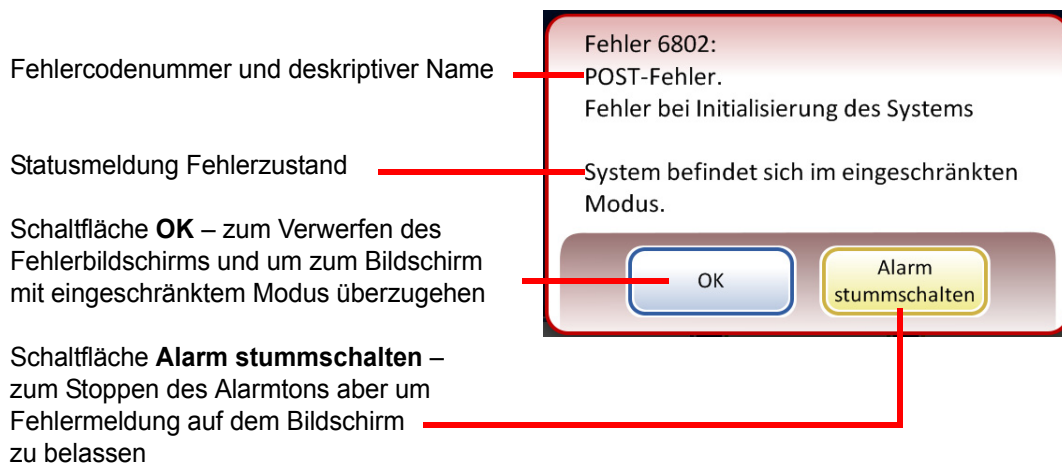

Abbildung 9-1 System hat einen Fehler gefunden
- Zeigt die Fehlermeldung an und löst den akustischen Alarm aus, sofern aktiviert (siehe Abbildung 9-1.) Das System versucht die Wiederherstellung (maximal eine Minute).